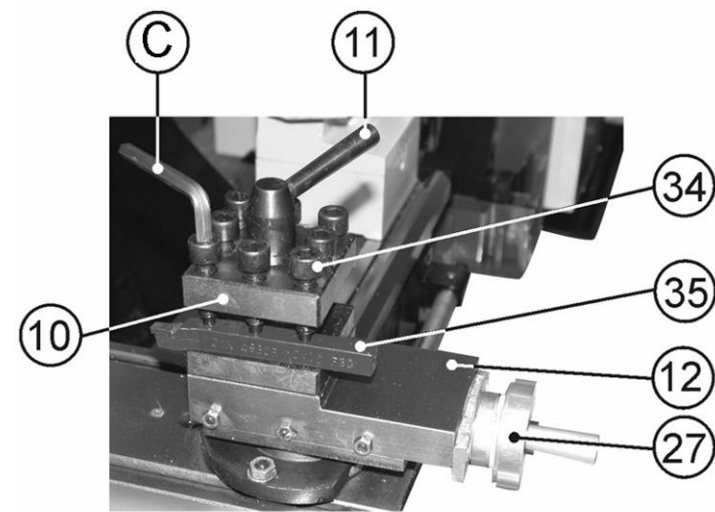
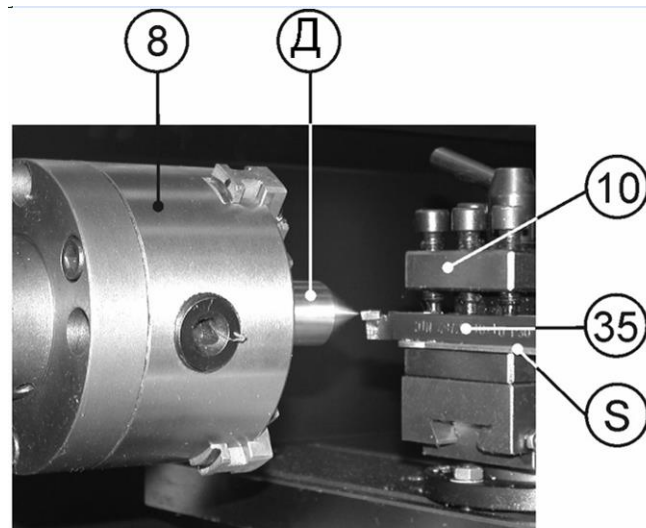
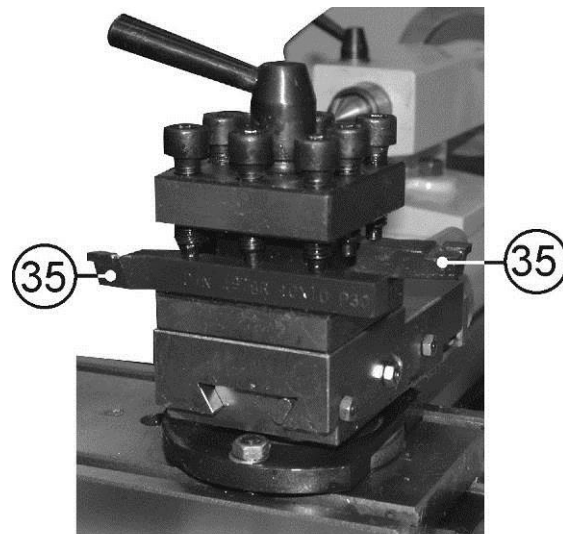

Рис.11
Рис.12
Рис.13
10.1.8. Используя шестигранный ключ (С), Рис. 1, выкрутите 3 болта (34), установите необходимый для предполагаемой операции резец (35) в резцедержатель (10), равномерно, с достаточным усилием закрутите три болта (34), Рис. 11. Убедитесь, что режущая часть головки резца (35) находится по центру диаметра заготовки. Положение резца (35) проверьте по центру (Д), зажатом в трёхкулачковом самоцентрирующемся патроне (8). Вылет головки резца должен быть примерно 10 мм, но не превышать 15 мм (не должен превышать полторы высоты державки резца). По мере необходимости при установке резца (35) используйте подкладки (S) разной толщины. Допускается использовать только одну подкладку, Рис. 12.
10.1.9. Для ускорения и удобства работы можно установить в резцедержателе (10) параллельно, но направленные в противоположные стороны головками, два резца (35), Рис. 13, при условии, что оба резца (35) в резцедержателе (10) закрепляются тремя болтами (34), Рис. 11.
10.1.10. Поверните ручку фиксации резцедержателя (11) против часовой стрелки, поворачивая резцедержатель (10). Выберите необходимый для данной операции резец (35) или угол установки резца (35), зафиксируйте положение резцедержателя (10), повернув ручку фиксации резцедержателя (11) в обратном направлении с определённым усилием, Рис. 11.